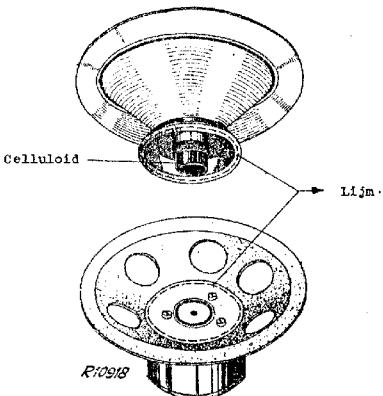

Fig.6
5. Een stukje celluloid x) tezamen met het spreekspoeletje in de luchtspleet steken (zie fig.6).